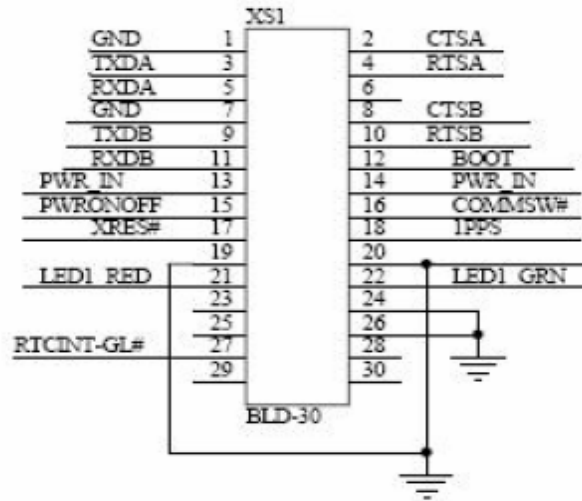

图2. 接口脚位定义图
3.1 30脚数字信号接口的脚位定义：包括两个高速（115.2Kbps）标准RS232串行口，以及电源和PPS等（见图2）。